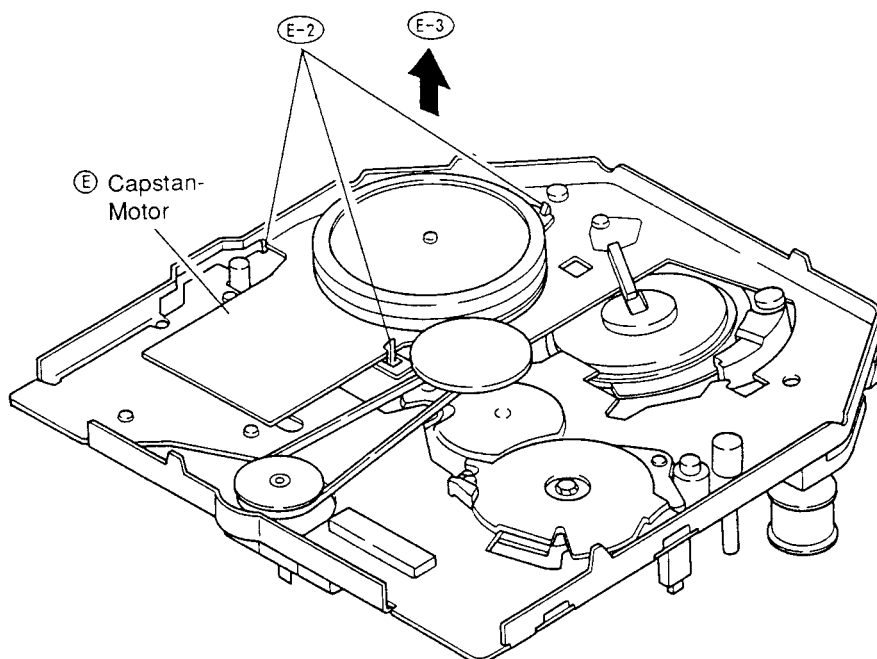

Abb. 4-1
E. Capstan-Motor (Abb. 4-1, 4-2)
- 2) Drei (3) Laschen freigeben (siehe Abb. 4-1).